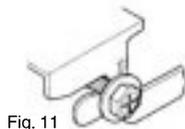

Fig. 11
2. Suspenda a unidade até o suporte de montagem, já previamente fixado ao teto, e encaixe os parafusos de sustentação nos respectivos canais, deslizando a unidade para a frente. (Fig. 11)
1. Abra a tampa frontal da unidade.(Fig.11)